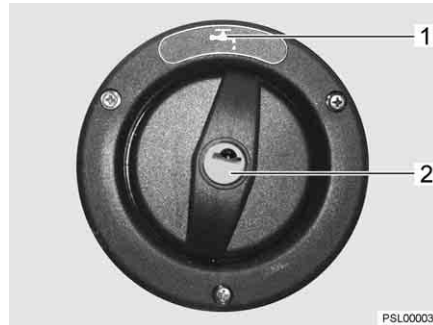

Fig. 178 Bec de remplissage d'eau potable
Le bec de remplissage d'eau potable est désigné par le symbole "☰" (Fig. 178,1). Le couvercle de fermeture est ouvert et verrouillé à l'aide de la clé pour les serrures extérieures.
- Insérer la clé dans le barillet (Fig. 178,2) et la tourner d'un quart de tour dans le sens inverse des aiguilles d'une montre.
- Ouvrir le bec de remplissage d'eau potable (Fig. 178) (voir chapitre 6).